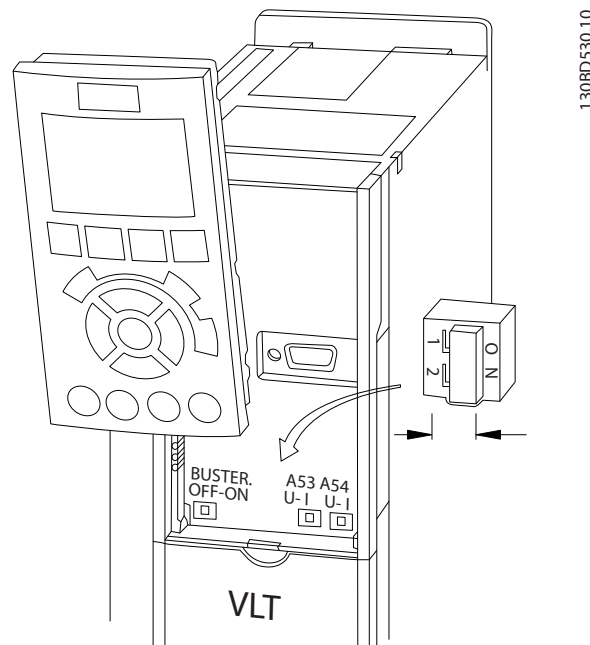

図 4.16 端子 53 と 54 スイッチの位置
1. ローカル・コントロール・パネルを外します (図 4.16 を参照)。
- 各セグメントは、周波数変換器の終端スイッチ (バス端子オン / オフ、図 4.16を参照) またはバイアス終端抵抗ネットワークのいずれかを使用して両端を終端する必要があります。